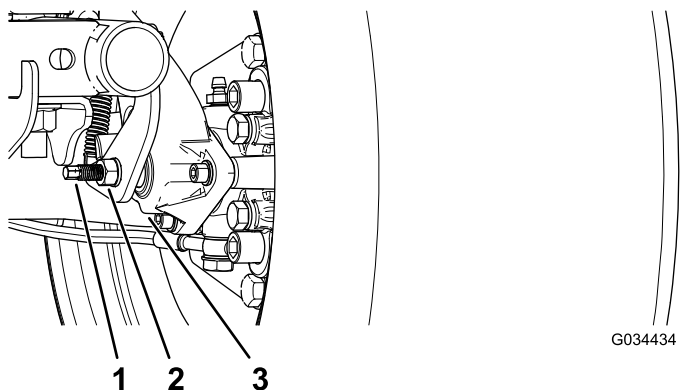

Figura 56
3. Utilizando duas chaves, segure ajustando o poste na pinça em posição com uma chave e desaperte a porca de retenção cerca de 1/4 de volta com outra chave (Figura 56).
4. Enquanto segura o polo de ajuste e a porca de retenção no lugar, rode o polo de ajuste para apertar (Figura 56).
5. Enquanto segura o polo de ajuste e a porca de retenção no lugar, afaste cerca de 1/4 de volta (Figura 56).
6. Enquanto segura o polo de ajuste e a porca de retenção no lugar, aperte a porca de retenção (Figura 56).